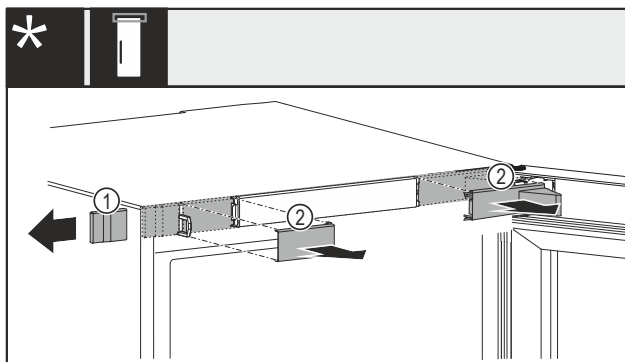

Fig. 14 Con candado mecánico o eléctrico*
- Retire con cuidado la cubierta Fig. 14 (1) lateralmente.*
- Retire con cuidado las cubiertas Fig. 14 (2) hacia delante.*